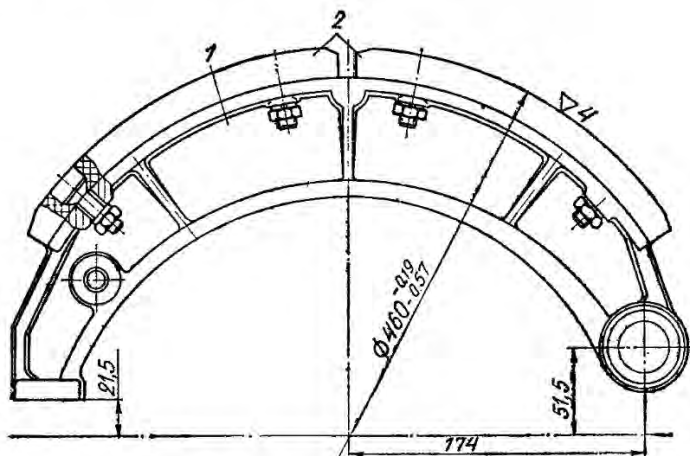

Рис. 106. Колодка тормоза:
2. Сменить тормозные накладки, если расстояние от их поверхности до головок винтов менее 0,5 мм. Устанавливая новые накладки в неизношенный барабан, следует обеспечить размер $\varnothing 460 \begin{smallmatrix} +0.19 \\ -0.57 \end{smallmatrix}$ (рис. 106). При установке накладок в расточенный барабан радиус колодок должен быть соответственно равен радиусу барабана.